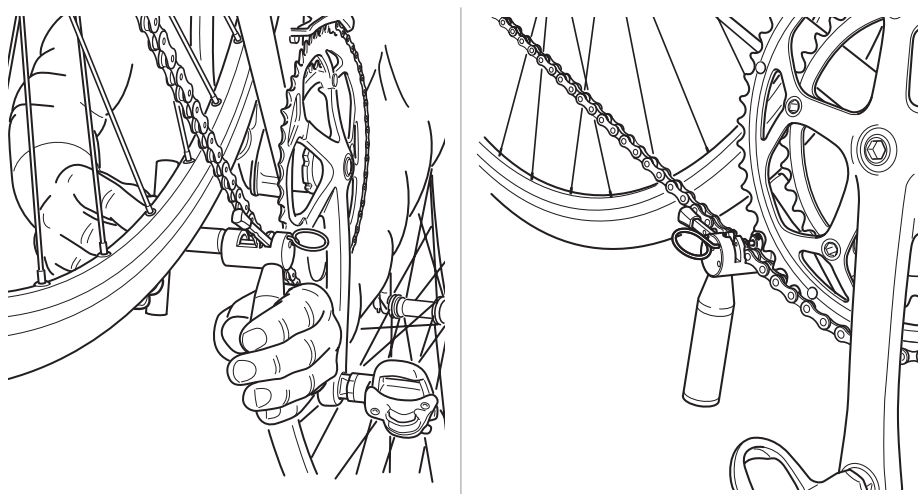

Fig.10
- Positionnez l'outil UT-CN400 (12s) / UT-CN300 (11s / 12s) comme il est indiqué sur la Fig. 10.